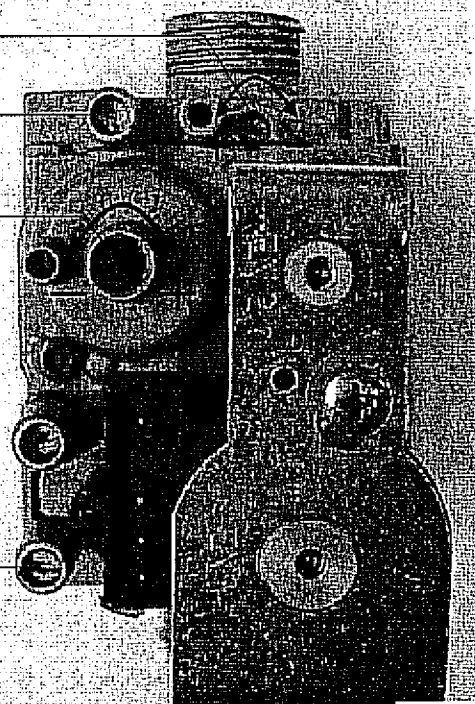

Abb.23
- Den Wert ggf. durch drehen der Einstellschraube 4, Abb. 23 korrigieren.